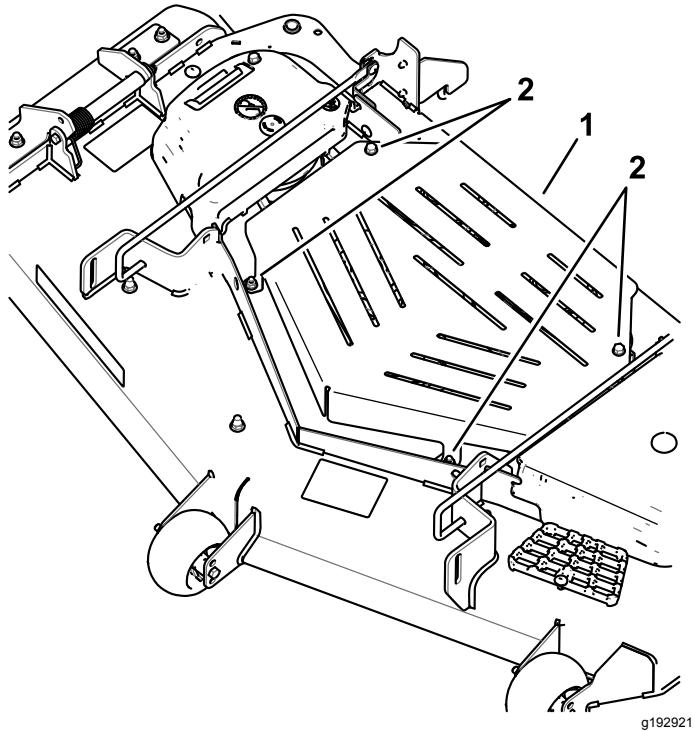

Figure 40
2. Desserrez les 2 boulons avant et déposez la tôle de protection pour accéder aux courroies et aux axes du plateau de coupe (Figure 40). Reposez la tôle de protection et serrez les boulons une fois l'entretien terminé.